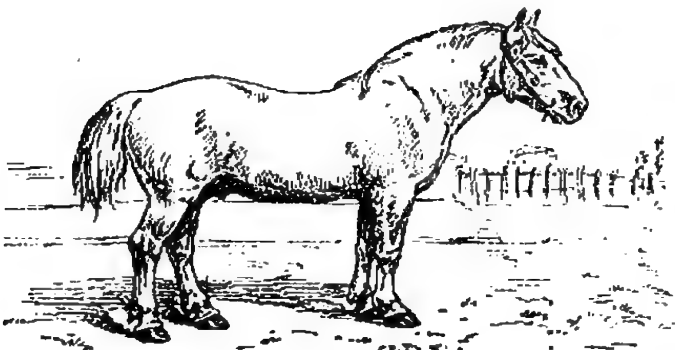
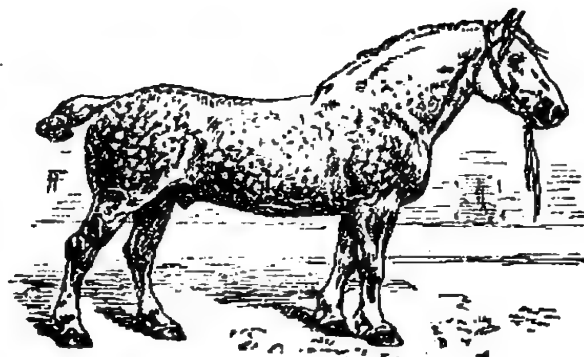
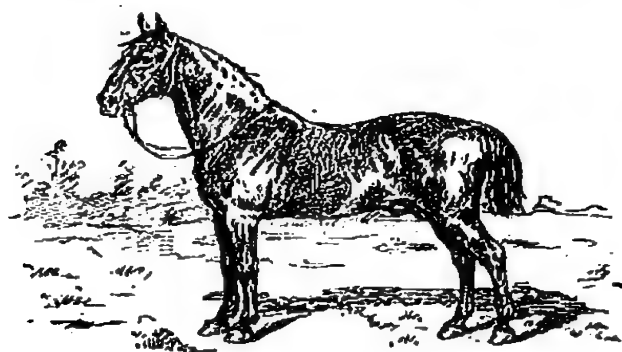

Fig. 440. — Cheval boulonnais.
Fig. 441. — Cheval percheron.
Fig. 442. — Cheval anglo-normand.
**3. Races de chevaux.** — Les principales races de chevaux sont : la race **boulonnaise** (fig. 440), au corps large, court et trapu, aux jambes épaisses, qui fournit les chevaux de *gros trait* (messageries, halage); la race **percheronne** (fig. 441), où l'agilité est unie à la force, qui fournit d'excellents chevaux de *trait léger* (chevaux d'omnibus, de diligences); la race **anglo-normande** (fig. 442), au corps élancé, aux jambes fines, et les chevaux de *Bretagne*, utilisés pour traîner les